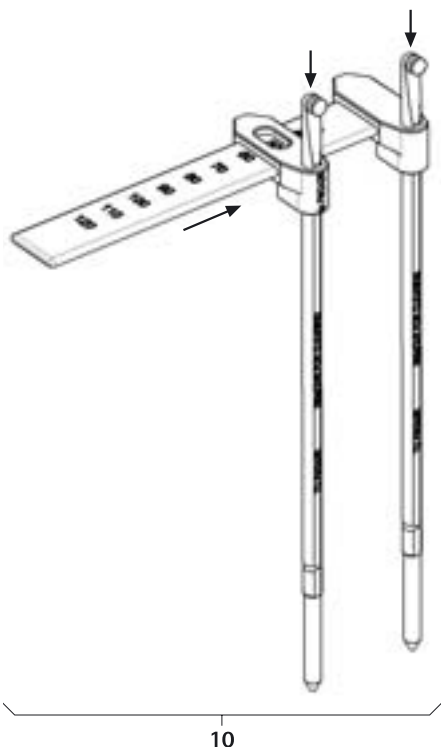

Fig. 10
- Montar el medidor de longitud de varilla 10, ver Fig. 10.